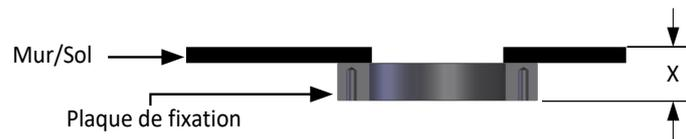

Figure 19 : Mesurez la profondeur d'insertion
1. Une fois la plaque de fixation soudée en place sur le trou de la taille qui convient, la distance entre la surface extérieure de la plaque de fixation et la paroi interne (x) doit être mesurée (Figure 19).